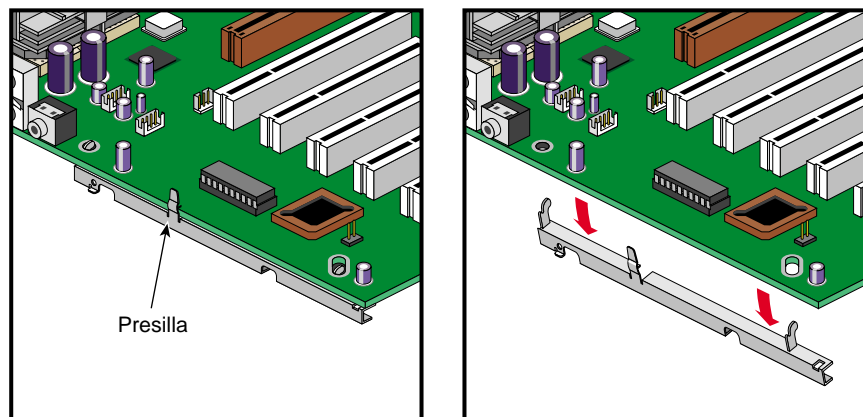

Figura 2-22 Extracción del soporte de sujeción de la tarjeta del sistema
7. Para separar el soporte de sujeción de la tarjeta del sistema, suelte la presilla de fijación y retire los ganchos que sujetan el soporte de la tarjeta. En la Figura 2-22 se muestra este procedimiento.